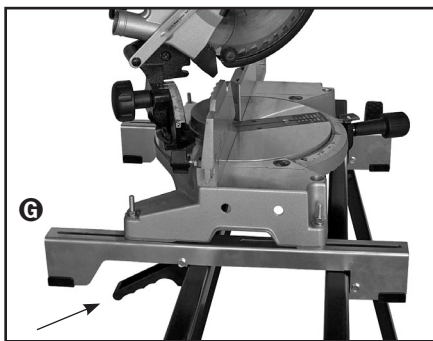

Figure 3
5. Repérer les blocs de fixation **G**. Passer attentivement en revue la figure 3. Prendre note de l'emplacement des poignées à ressort qui doivent être placées à l'arrière de la scie, comme il est illustré. Ceci permet de faciliter l'installation et la dépose de la scie.